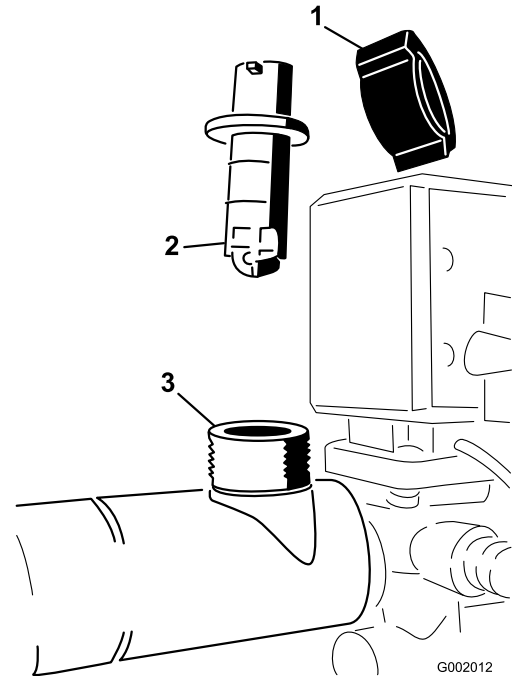

図 68
2. フローメータのボディーについているリテーナ・キャップを取る (図 68)。